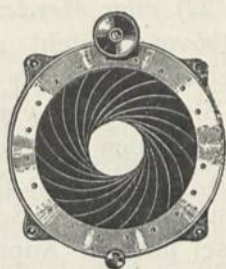

Abb. 17.
**Universal-Objektivring.** Besitzt man mehrere Objektive verschiedener Größe, so ist ein **Universal-Objektiv-Klemmring** (Abb. 17) nützlich, weil